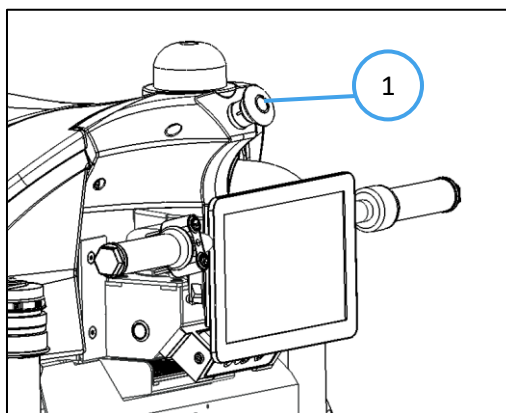

Fig. 3
4. Zorg ervoor dat de E-Stop (Fig. 3 - 1) vrijgegeven is. Als de E-Stop ingeschakeld is, zullen de LED's rood zijn. Zie 'NOODSTOP' voor deactivering